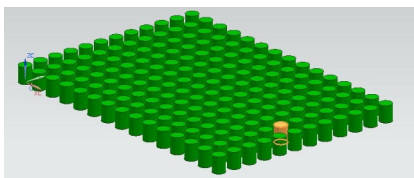

рис.74
- Но проблема возникает в случае, когда вы работаете с очень большой сборкой. В этом случае вы указываете курсором на какую-нибудь деталь в *рабочем поле* (рис.74), и ожидаете, что в НСб соответствующая строка подсветится синим цветом. Но в навигаторе сборки так много строк (и НСб занимает так много страниц), что в этом длинном списке трудно найти подсвеченную строку.
- Теперь можете указывать какую-нибудь деталь в *рабочем поле* (рис.74), а система в окне рис.77 тут же укажет имя (или номер) этой детали, и в НСб подсветит соответствующую строку. Далее в окне рис.77 нажмите ОК. После закрытия этого окна нужная строка в *навигаторе сборки* останется подсвеченной.